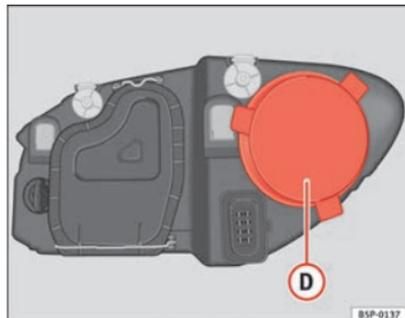

Abb. 194 Standlicht
- Den Deckel ⇒ Abb. 194 **D** abziehen.